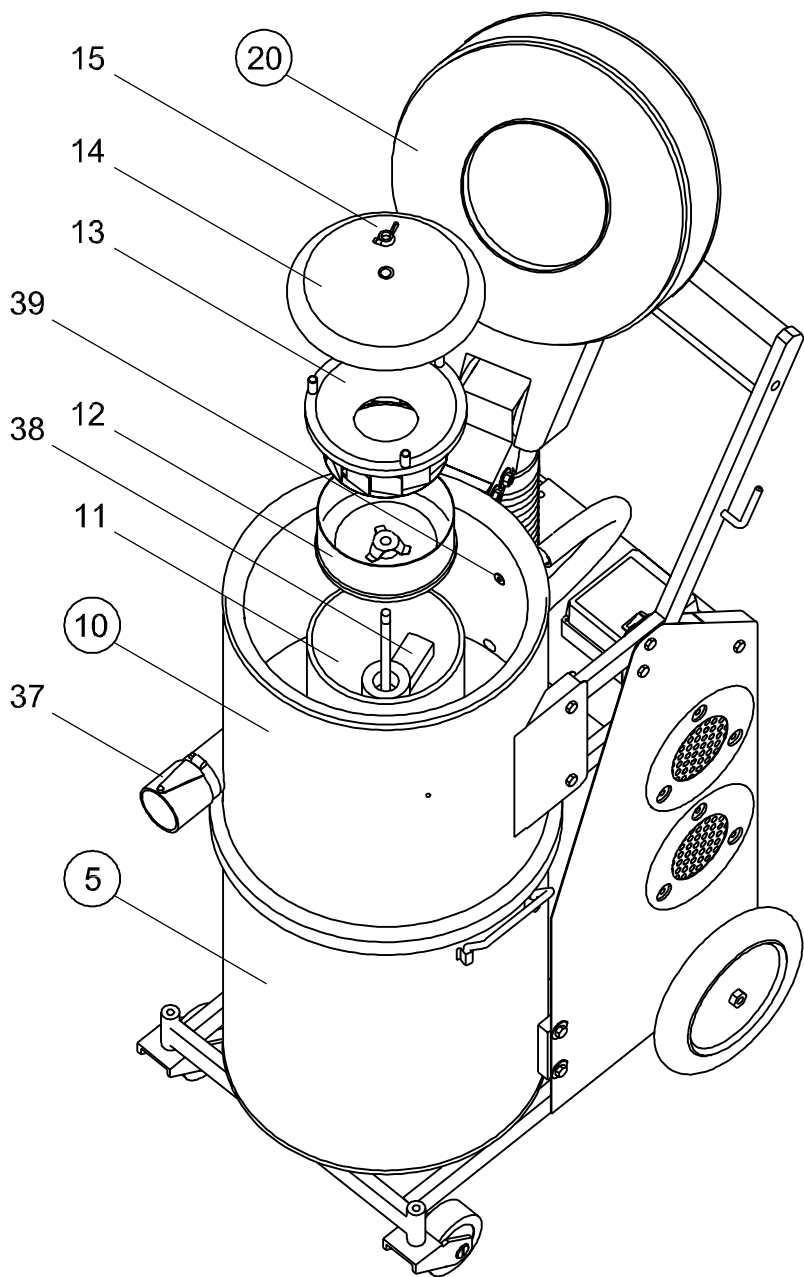

Рисунок 26. Устройство пылесоса.
- 7.3.6. Опустить бак 10 и поднять крышку 20 (Рисунок 26).